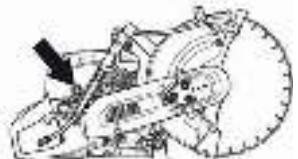

Рис. 19
3. Накачайте топливо нажатием на праймер подкачки (5-6 нажатий) (рис. 19);